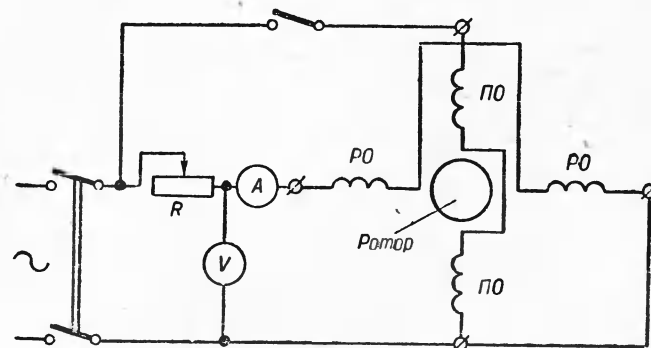

Рис. 113. Схема включения асинхронного однофазного электродвигателя в сеть и испытание его действия.
5. Собрать электрическую схему (рис. 113) для проверки работы двигателя.